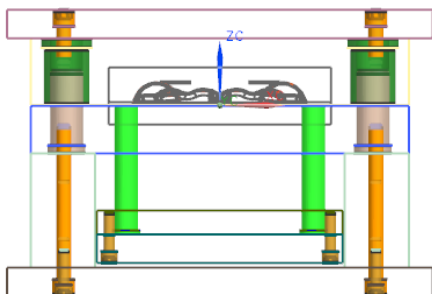

图 10-43 模架侧视图
(5) 图 10-43 是模架的侧视图, 可以检查模架 A 板和 B 板的厚度是否合适, A 板和 B 板之间是否打开了间隙, 推板和底板之间的间隙是否已打开等。